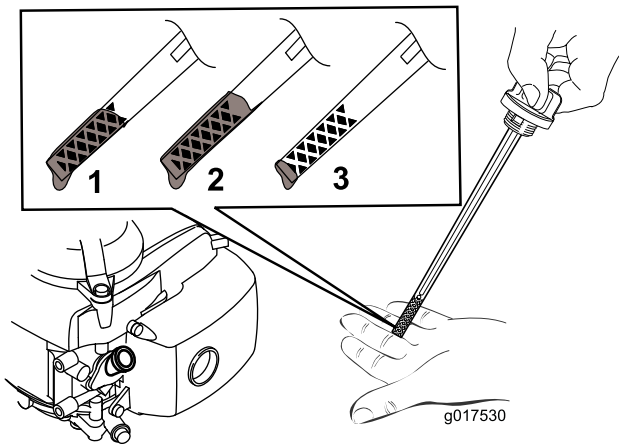

Figura 5
2. Retire la varilla (Figura 5).
- Nota:** Llene el cárter con aceite hasta que la varilla indique que el nivel del aceite del motor es correcto, según se muestra en **Figura 5**. Si usted llena demasiado el motor, vacíe el exceso de aceite siguiendo las instrucciones de la sección **Cómo cambiar el aceite del motor**.